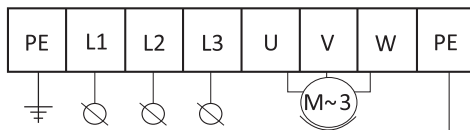

Рис. 1. Схема подключения регулятора
- Провести электрические подключения согласно схеме (см.рис. 1). Рекомендуемый поперечное сечение питающего кабеля указан в таблице 1